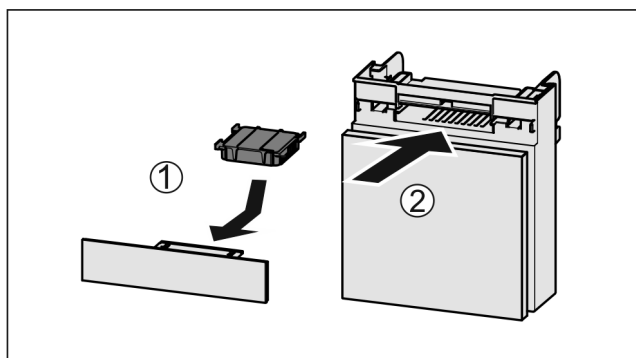

Fig. 99
- ▶ Inserte Fig. 99 (1) el filtro de carbón activado según se indica en la ilustración.
- ▶ Inserte Fig. 99 (2) el compartimiento.